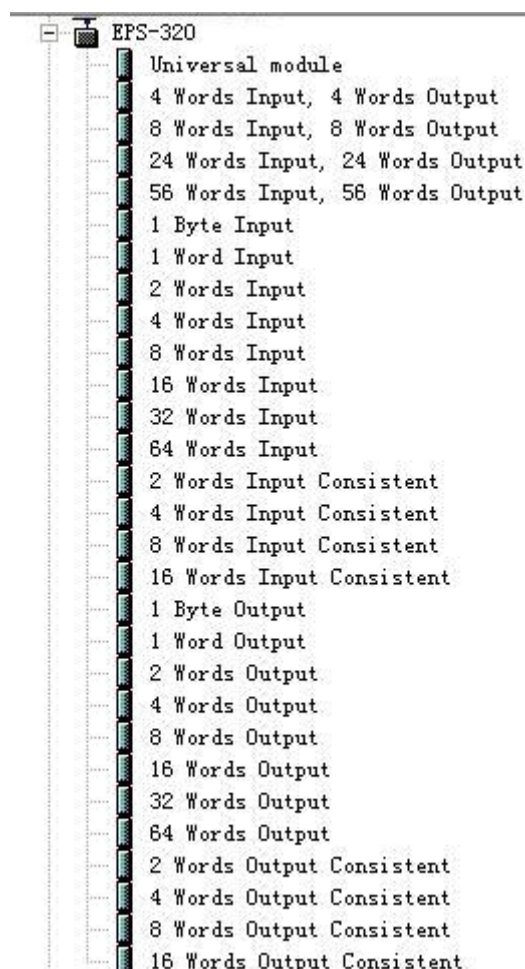

图 6
6. 您可以在这里找到您注册的设备，右侧窗口 /PROFIBUS DP/Additional Field Devices/Converter/EPS-320IP/, 如图 6 所示：